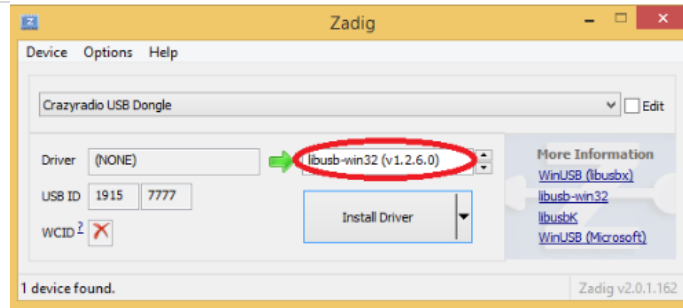

Figura 5. Instalación de controladores USB mediante Zadig.
- Abra Zadig y verá la ventana mostrada en la Figura 5 con el dispositivo detectado automáticamente.